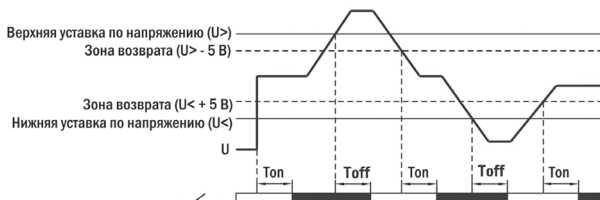

Рис. 3 – Контроль напряжения
4.1. Контроль напряжения (рис. 3).